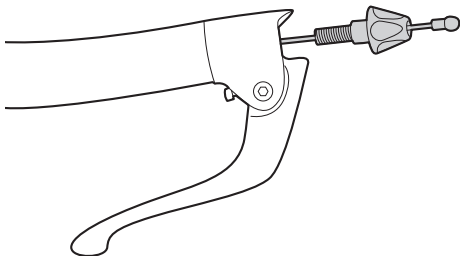

Figura 4. Introducción del cable a través del dispositivo de ajuste del cilindro
4. Introduzca el cable del freno por el dispositivo de ajuste del cilindro, a través de la maneta, y en la funda del cable (figura 4).